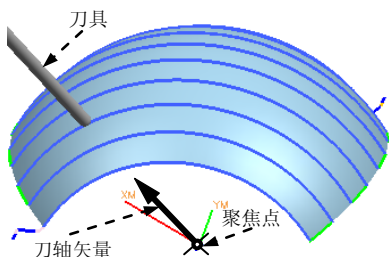

图 5.4.6 “远离点”刀轴矢量（一）
- **远离点**：选择此选项后，系统弹出“点”对话框，可以通过“点”对话框创建一个聚焦点，所有刀轴矢量均以该点为起点并指向刀具夹持器，如图 5.4.6 ~ 5.4.7 所示。参考文件路径：D:\ugnx7.9\work\ch05\ch05.04\ point_from.prt。